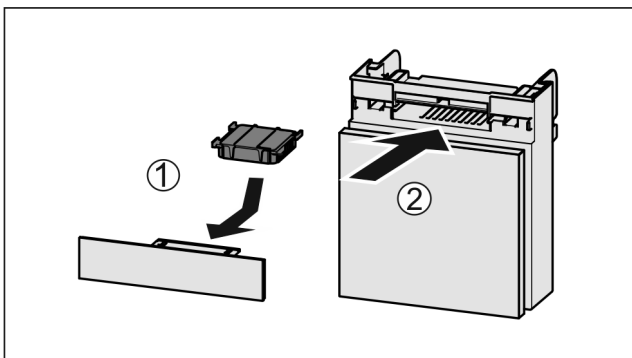

Fig. 273
- ▶ Aktivkohlefilter nach Abbildung einsetzen Fig. 273 (1).
- ▶ Fach einschieben Fig. 273 (2).